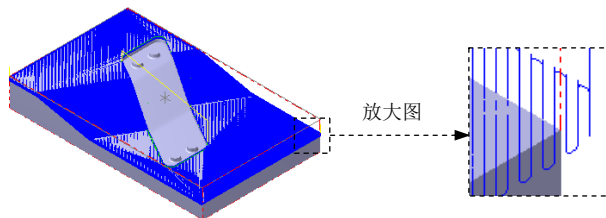

图 14.35 刀具路径
(3) 单击“间隙设置(G)...”按钮，在系统弹出的“刀具路径的间隙设置”对话框的“允许的间隙”区域中选中“距离”单选项，在“距离”文本框中输入值 5.0；选中“切削顺序最佳化”复选框，在“切线的长度”文本框中输入值 2.0。
(4) 单击“✓”按钮，系统返回至“曲面精加工平行铣削”对话框。
Step5. 单击“曲面精加工平行铣削”对话框中的“✓”按钮，同时在图形区生成图 14.35 所示的刀具路径。